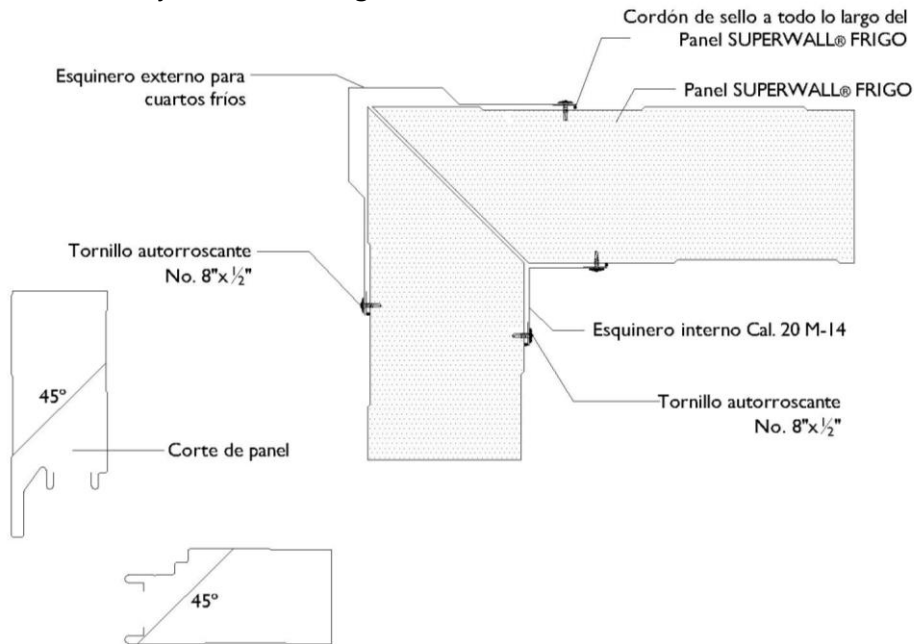

Fig. 9
**4.3.12** Para la unión de las esquinas es muy importante tener en cuenta que se deben efectuar cortes especiales para la eliminación de los citados puentes térmicos entre el interior y el exterior. (Fig. 9)